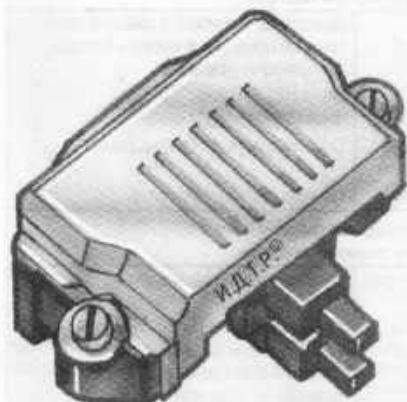

Рис. 9.6. Регулятор напряжения Valeo
3. ...и снимите регулятор напряжения в сборе со щеточным узлом (рис. 9.6).